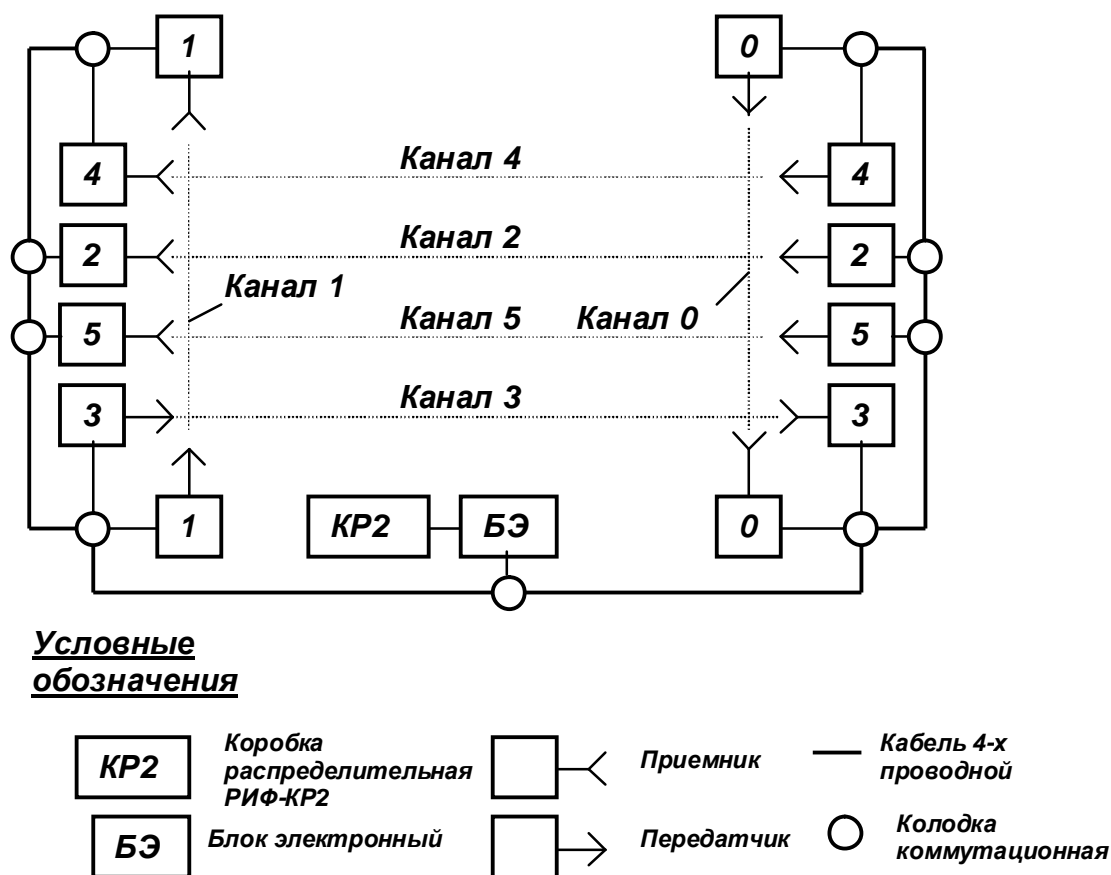

Рис. 2. Размещение блоков (вариант)
9) Пример типового размещения блоков для помещения 50х20м приведен на рис.2.